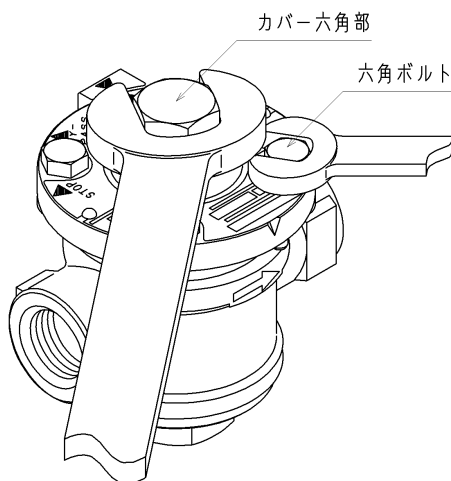

図8
- (1) コックの位置は「STOP」または「BY-PASS」の状態で行ってください。
- (2) 図8の様にカバー頂部の六角部(二面幅 24mm)をオプションのハンドル・スパナ・モンキー等でつかみコックが回らない様に4本の六角ボルトを外してください。
- (5) 図8の様にカバー頂部の六角部(二面幅 24mm)をオプションのハンドル・スパナ・モンキー等でつかみコックが回らない様に4本の六角ボルトを均一に締付けてください。